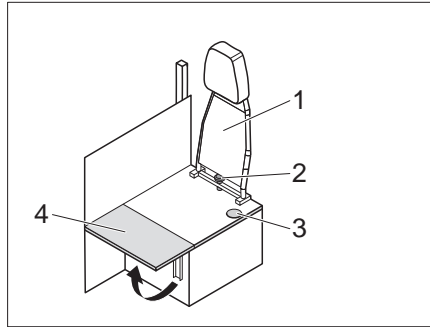

Bild 161 Umbau Fahrbetrieb - Wohnbetrieb
- Sternschraube (Bild 161,2) abschrauben und Rückenlehne (Bild 161,1) nach oben abnehmen.
- Sitzbankverlängerung (Bild 161,4) hochklappen.
- ▷ Beim Umbau vom Wohnbetrieb zum Fahrbetrieb in umgekehrter Reihenfolge verfahren. Darauf achten, dass der Sicherheitsgurt durch die Öffnung (Bild 161,3) geführt wird.